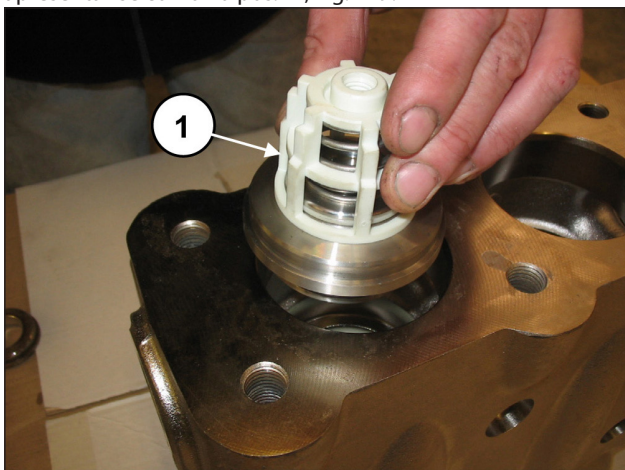
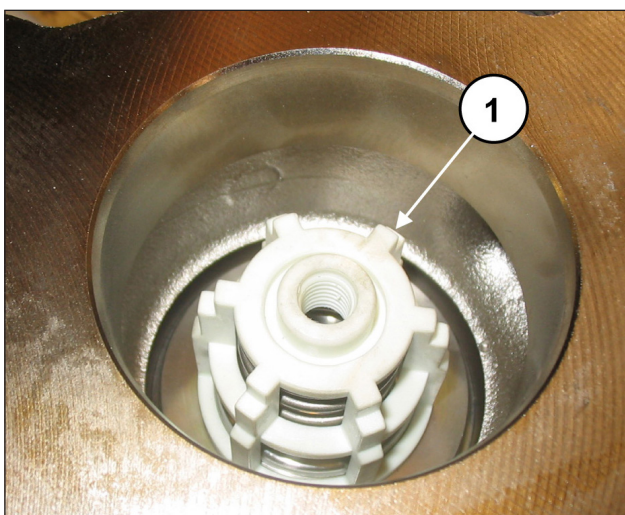

Fig. 118
Fig. 119
Insira o grupo da válvula de fluxo (pos. ①, Fig. 118). O grupo da válvula deve ser inserido completamente no fundo e apresentar-se como na pos. ①, Fig. 119.